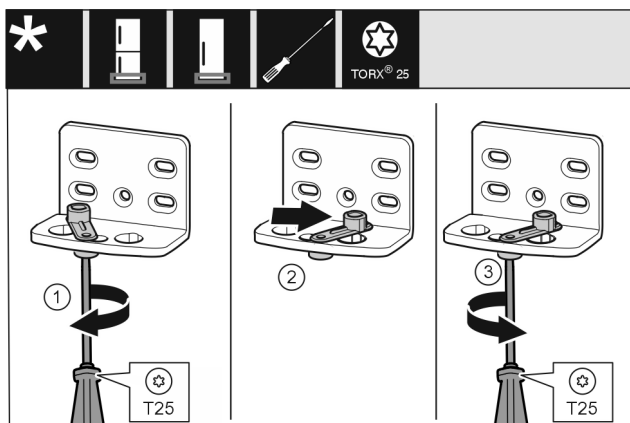

Fig. 14
- ▶ Skru skruen Fig. 14 (1) løs med en skruetrækker.
- ▶ Løft dørlukningshjælpe midlet Fig. 14 (2), og drej den 90° til højre ind i hullet.
- ▶ Skru skruen Fig. 14 (3) fast med en skruetrækker.